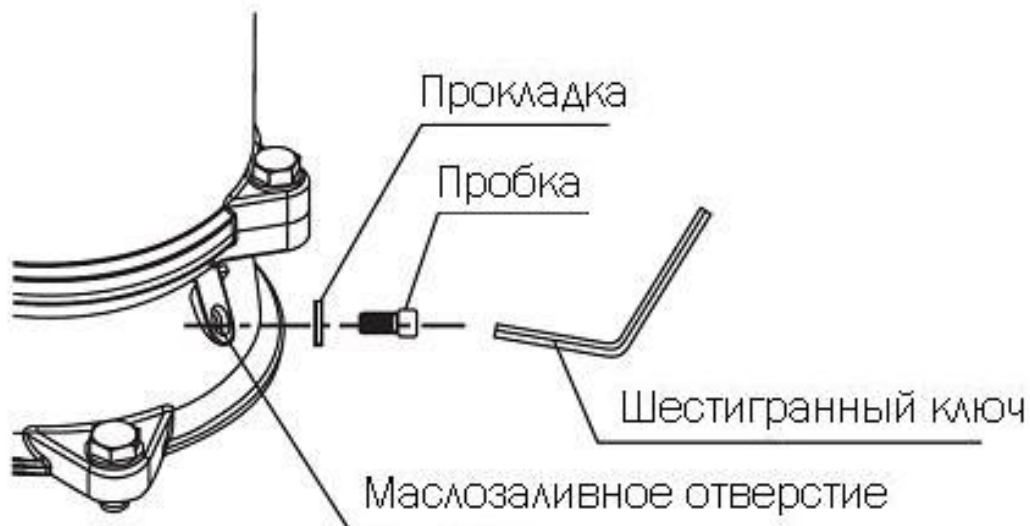

Рис. 18 Контроль и замена масла
**Проверка масла и процедура его замены (Рис. 18, Таблица 13)**